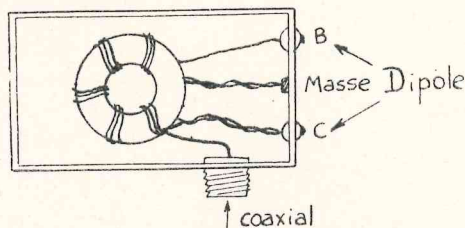

FIG. 2.—Relación mecánica.
FIG. 2.—El balun de relación 4 : 1 puede compararse a los transformadores utilizados en los receptores de TV. (A) o a un transformador de audio (B) con entrada por punto medio del arrollamiento. La salida equilibrada se toma entre extremos de todo el devanado. Un transformador equivalente para radiofrecuencia utiliza un trozo de cable coaxial (C) equivalente a un arrollamiento coaxial. La longitud del cable coaxial es aproximadamente igual a un cuarto de onda de la frecuencia central del balun.